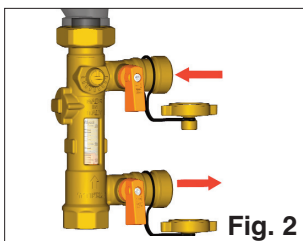

Fig. 2
- Connecter la pompe de charge aux prises du groupe de charge/décharge selon la direction du flux, voir figure 2 ;